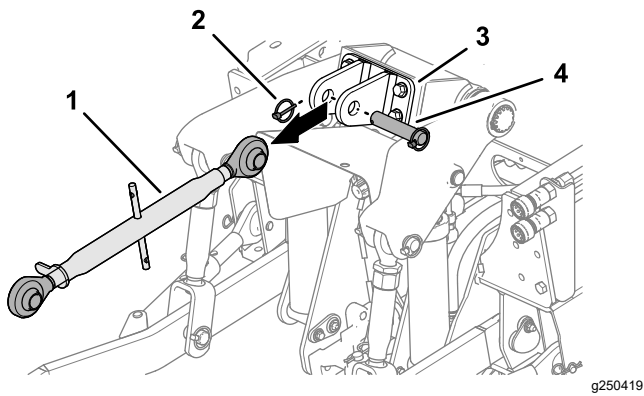

図 25
3. 上部リンクブラケットが付いている場合には、そこからリンチピン、クレビスピン、上側 3点リンクを外す 図 25。